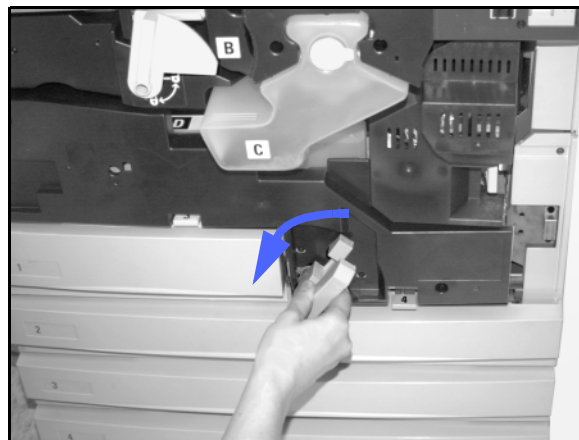

Figure 14 : Rotation de la poignée verte vers la gauche
- 8 Repoussez le transport papier dans la machine. Lorsqu'il est en place, tournez la poignée verte vers la gauche pour le verrouiller (voir la figure 14).